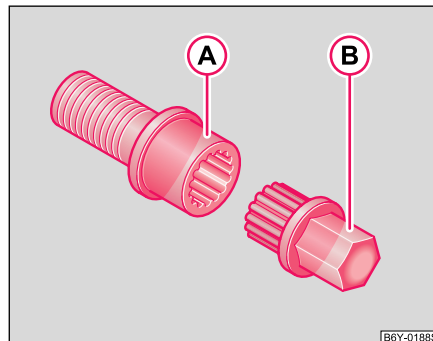

Fig. 146 Tornillo de seguridad para rueda con adaptador
- Deslice el adaptador (B) con su lado dentado hasta el tope en el dentado interior del tornillo de seguridad para rueda (A) de modo que sólo sobresalga todavía el hexágono exterior ⇒ fig. 146.
- Cale la llave de rueda hasta el tope en el adaptador (B).